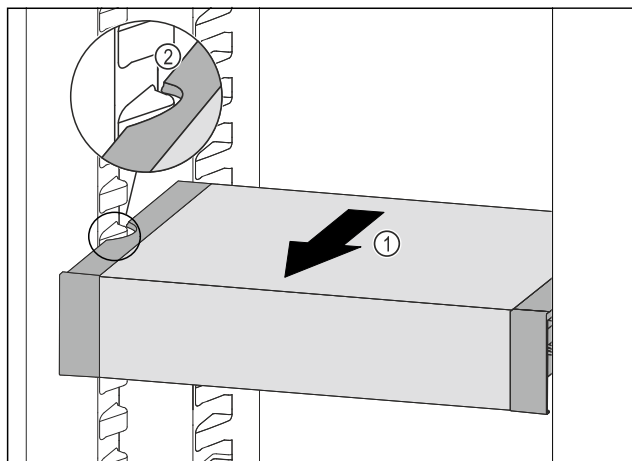

Fig. 206
- Tirare VarioSafe in avanti Fig. 206 (1) fino a quando le cavità laterali di VarioSafe non si trovano al livello della nervatura del contenitore nel vano frigorifero. Fig. 206 (2)